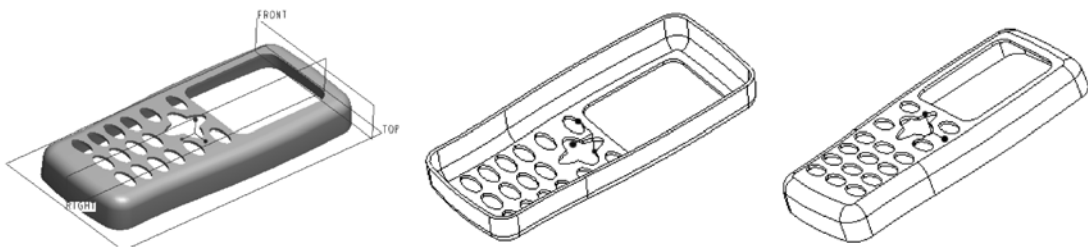

图 7-185 手机面壳零件
- (1) 面组是不是曲面的集合?
- (2) 如何创建填充曲面? 可以举例辅助说明。
- (3) 想一想, 在本章中学习了哪些基本曲面命令和高级曲面命令?
- (4) 边界混合曲面是怎样定义的? 在创建边界混合曲面的时候, 应该要注意哪些问题 (比如曲面的边界需要使用什么条件的曲线, 如何设置边界约束条件等)?
- (5) 如果要复制某个实体模型的全部表曲面, 那么应该如何操作?
- (6) 请简述曲面加厚操作的一般方法及步骤? 并且思考和总结“垂直于曲面”、“自动拟合”和“控制拟合”这 3 种定义曲面加厚的方法各有什么应用特点? 可以举例展示这三种曲面加厚方法的完成效果。
- (7) 使用“自由式”工具命令可以进行哪些操作?
- (8) 上机操作: 新建一个实体零件文件, 在其中绘制几条合适的曲线, 然后利用这些曲线来创建一条双向边界混合曲面。
- (9) 上机操作: 随意创建一个曲面, 接着在该曲面上练习曲面偏移的相关操作, 然后在指定的曲面上创建投影曲线。
- (10) 上机操作 (培养创造力和动手操作能力): 根据如图 7-185 所示的简易手机的面壳效果, 综合利用各种曲面创建和编辑工具来复原该面壳三维模型, 具体尺寸由练习者确定, 创建过程自由发挥。